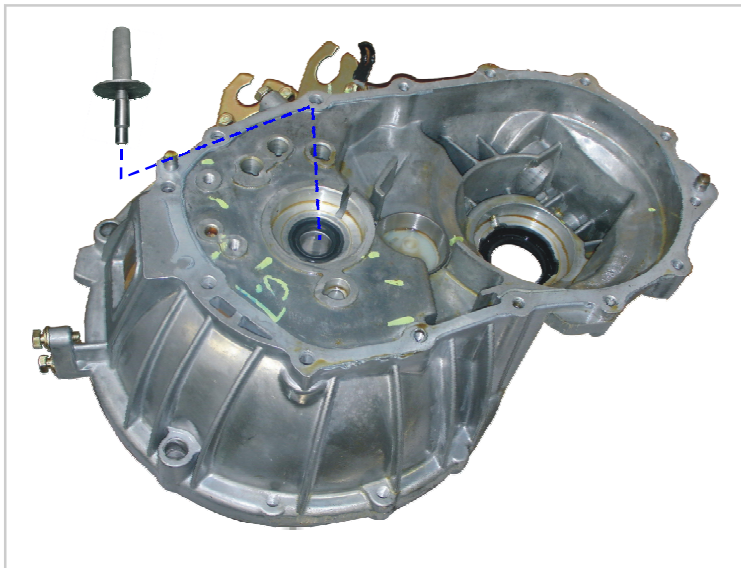

图4-40 输入轴油封的装配
4. 在装配输入轴油封时需要专用工具，把输入轴油封打入，直至与壳体端面齐平（图4-40）。